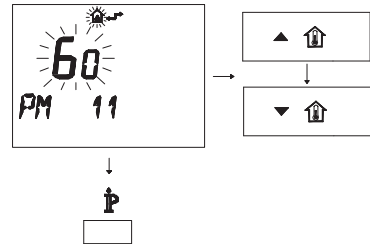

Figura 5.43
- Per modificare il SET programmato agire sui pulsanti o e aspettare che il numero programmato cominci a lampeggiare (Figura 5.43). Ogni passo incrementato o de-